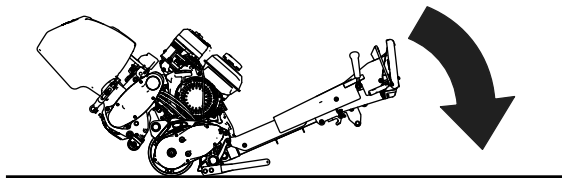

Bild 12
2. Einstellschraubenmutter für Untermesser (2)
- Senken Sie bei angebauten Mähwerk den Griff der Antriebseinheit auf den Boden ab (**Bild 12**).